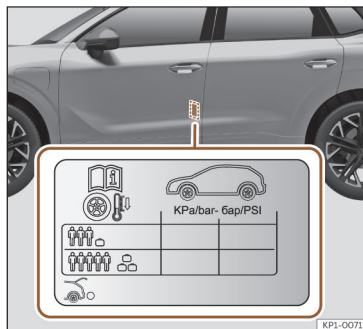

Fig. 234 Localização do autocolante da pressão de ar dos pneus.
- Adapte a pressão dos pneus à carga transportada pelo veículo >>> **Fig. 234.**
Os valores da pressão de enchimento indicam-se na etiqueta autocolante situada na zona posterior da moldura da porta dianteira esquerda >>> **Fig. 234.**
A pressão dos pneus tem de ser ajustada à carga momentânea do veículo. Se pretender utilizar o veículo com a carga máxima, terá de aumentar a pressão dos pneus para o valor máximo indicado na etiqueta >>> **Fig. 234.**
No caso de uma roda de emergência mais estreita (125/70 R16 ou 125/70 R18), encher a 4,2 bar de pressão segundo indicado na etiqueta de pressão dos pneus >>> **Fig. 234.**
- O condutor é responsável por garantir que todos os pneus do veículo estejam cheios com a pressão correta. A pressão de ar recomendada é indicada num autocolante >>> **Fig. 234.**
- Com os pneus a frio, deverá manter-se sempre a pressão indicada no autocolante >>> Fig. 234.